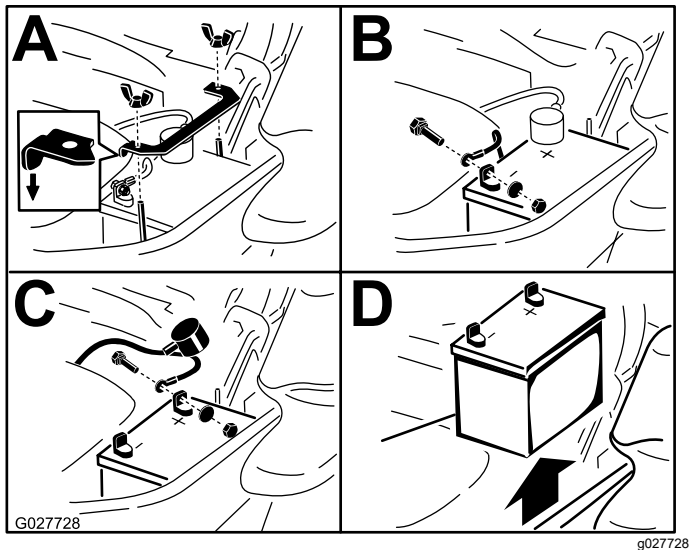

Figure 59
3. Retirez la batterie, comme montré à la Figure 59.